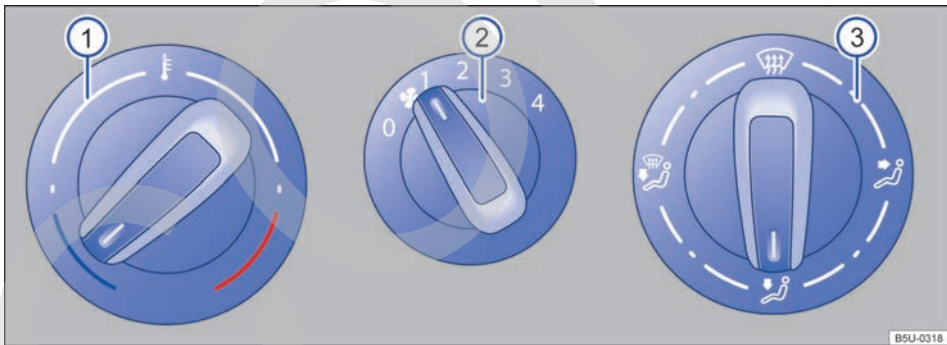
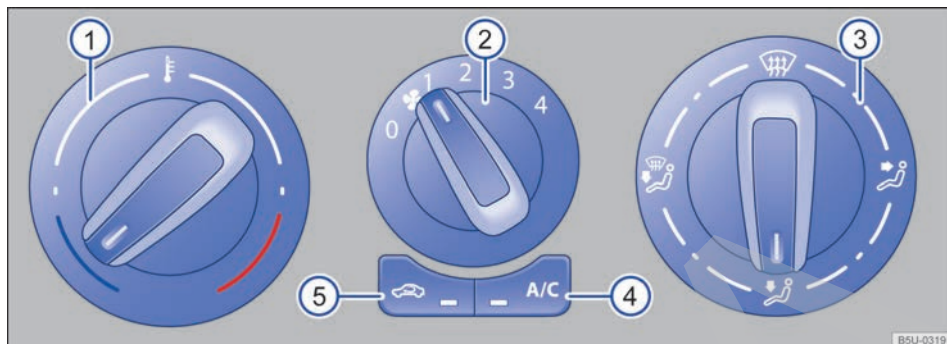

Fig. 89 Mandos del sistema de ventilación y calefacción.
Fig. 90 Mandos del aire acondicionado.
Mandos	Información complementaria del sistema de calefacción y ventilación → fig. 89 y aire acondicionado → fig. 90.
- En vehículos con sistema de calefacción, coloque el regulador de la temperatura → fig. 89  completamente hacia la derecha, a la posición máxima de calefacción.
- Girar el botón de distribución de aire → fig. 90  en la posición , en esta posición el modo de recirculación de aire se apaga automáticamente.